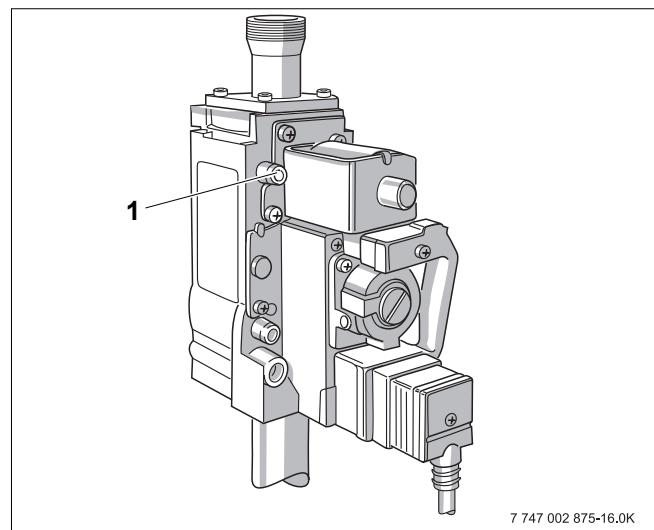

Рис. 50 Настройка мощности горелки
- Отверните на два оборота запорный винт контрольного ниппеля (Рис. 50, **поз. 1**) на газовой арматуре и наденьте измерительный шланг U-образного манометра.